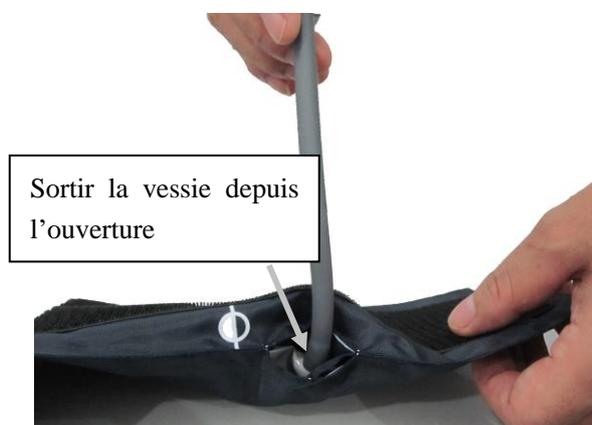

Fig. 5-5-8 Sortir la vessie
2. Descendre le brassard du connecteur, sortez la vessie de la couverture de la manchette, comme la figure 5-5-8 montre.